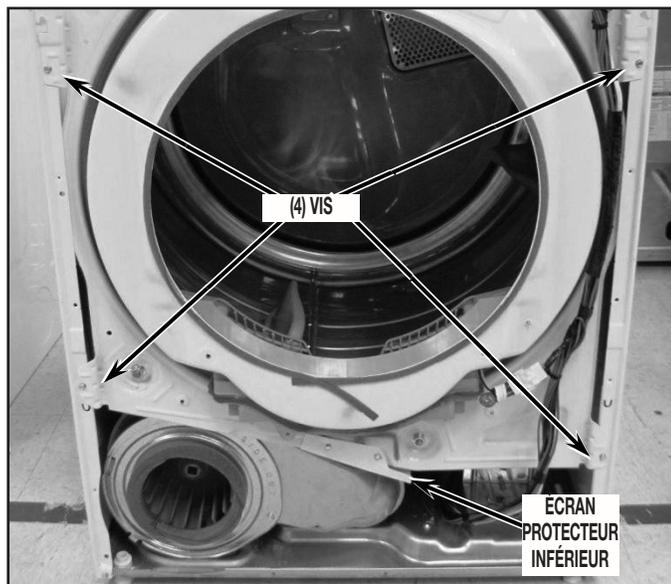

FIGURE 14
18. Ôter le module de la cloison : ôter d'abord les quatre (4) vis de fixation du module de la cloison sur la caisse; soulever légèrement le module de la cloison, et simultanément tirer sur la bride pour l'écarter du tambour, en extrayant les galets du tambour. Voir Figure 14.